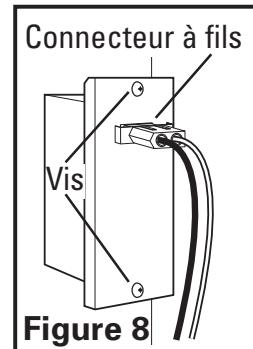
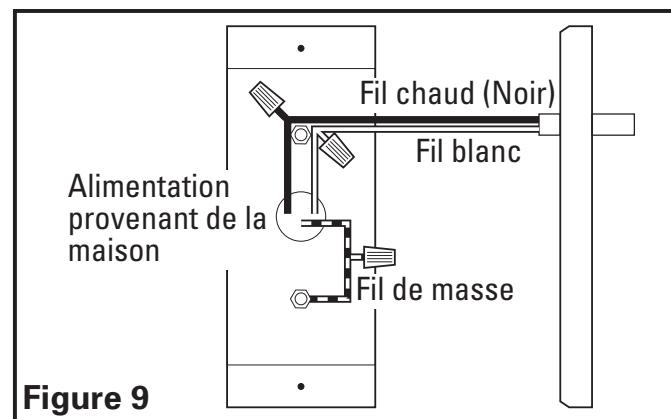

Figure 8
Figure 9
1. Enlever les deux vis du couvercle du compartiment de câblage pour obtenir l'accès au compartiment de câblage (Figure 8). Raccorder le fil blanc de la hotte au fil blanc de l'alimentation, et le fil noir de la hotte au fil noir de l'alimentation. Raccorder le fil de mise à la terre de la maison (fil nu ou vert) au fil de mise à la terre (vert) de la hotte. Utiliser des méthodes approuvées pour toutes les connexions (Figure 9).
2. Replacer le couvercle du compartiment de câblage et serrer les vis. Assurez-vous que tout le câblage est fermement contenu dans le compartiment à câblage. Si le connecteur rapide de fils a été enlevé du réceptacle, le replacer. Le connecteur ne s'ajustera que d'une seule façon dans le réceptacle (Figure 8).